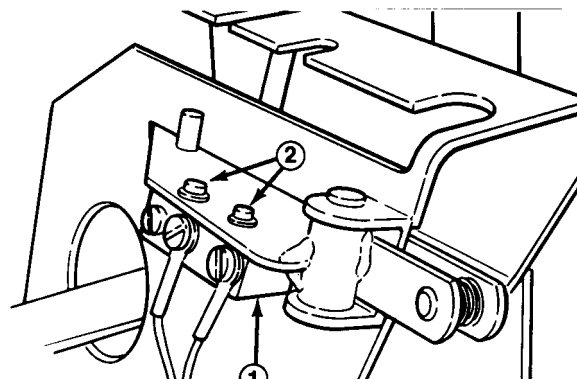

Fig. 14
2. Kontrollér koblingskontakten (fig. 14) med en kontinuitetstester eller et ohmmeter, og udskift den, hvis den er beskadiget. Kontakten skal være sluttet, når gearstangen er i gear. Kontakten skal åben, når der skiftes mellem frige gear, 1. og 2. gear.